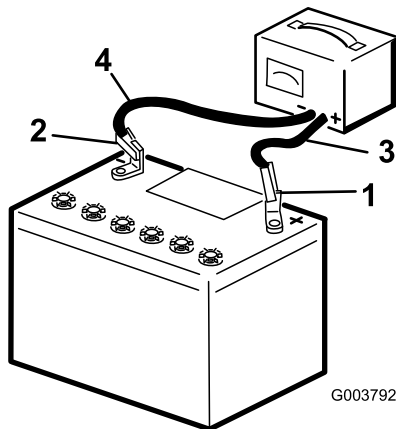

Bild 131
5. Schließen Sie das Pluskabel des Batterieladegeräts an den Pluspol der Batterie an (Bild 131).
8. Schließen Sie das Ladegerät von der Stromquelle ab, wenn die Batterie ganz aufgeladen ist. Klemmen Sie dann die Ladegerätkabel von den Batteriepolen ab (Bild 131).
6. Schließen Sie das Minuskabel des Batterieladegeräts an den Minuspol der Batterie an (Bild 131).